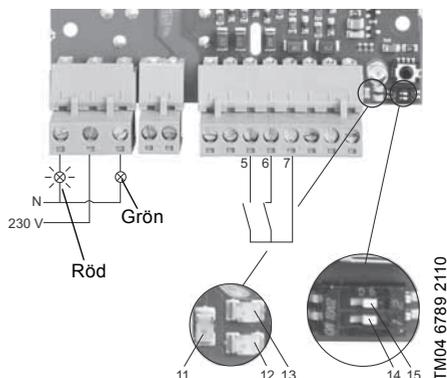

Fig. 9 Detektering av hög vattennivå
Se fig. 9.
Använd plint (pos. 6) om brytande kontakt ska användas för att indikera hög vattennivå. Se fig. 9.
Antalet blinkningar anger det aktuella larmet. Se avsnitt 7.1.1 Systemlarm och -varningar och fig. 9.